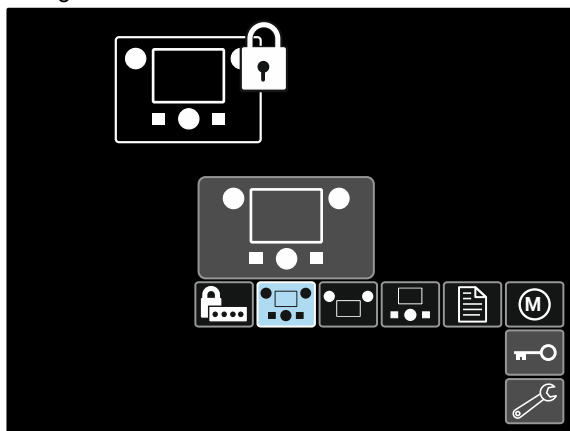

Figura 44
- Use o Botão de regulação [11] para realçar o elemento que vai ser bloqueado, por exemplo Todos os componentes da interface – ver Figura 44.